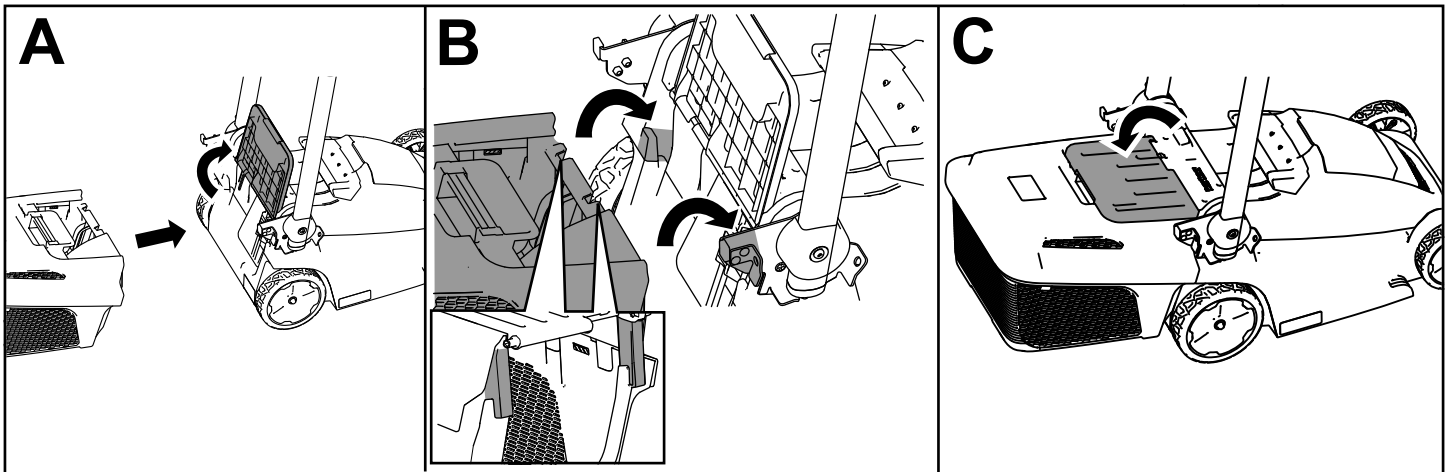

Figure 14
1. Levez le guidon à la verticale et soulevez le déflecteur arrière (A de Figure 14).
2. Engagez les crochets du bac à herbe dans les crans à l'arrière de la machine (B de Figure 14).
3. Appuyez le déflecteur arrière sur le bac (C de Figure 14).